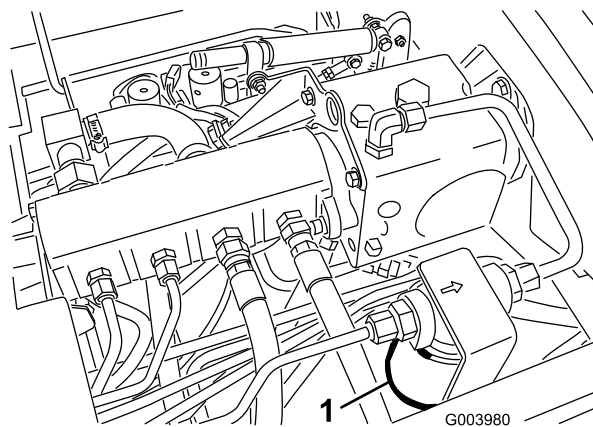

Figura 79
2. Pulite l'area di montaggio del filtro e collocate una bacinella di spurgo sotto il filtro (Figura 79) e (Figura 80).